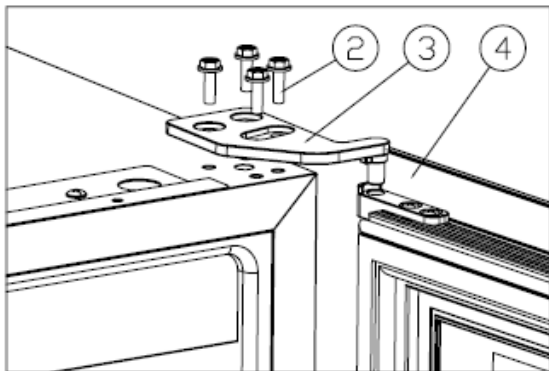

Figure 1
Svitare le viti M5*16 (2), rimuovere la cerniera superiore destra (3) e rimuovere la porta. [Figure 1].